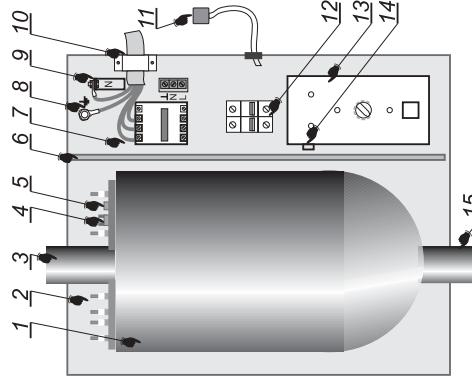

Рис. 1
5.1. Отопитель состоит из трёх основных частей: теплообменника (бака), элементов коммутации (пускатель и автоматические выключатели) и блока управления, закреплённых на основании и закрытых съёмным кожухом (рис.1).